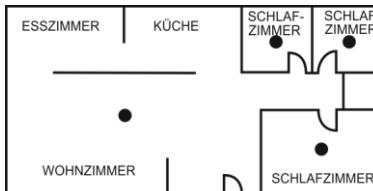
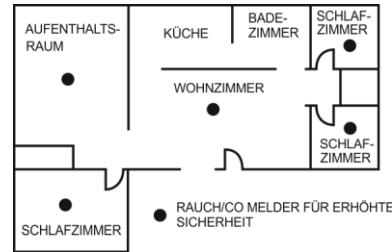

Bild 1: EIN EIGENER
BILD 2: EIN EIGENER MELDER IN JEDEM ZIMMER, AUSSER DER KÜCHE UND DEM BADEZIMMER, FÜR ERHÖhte SICHERHEIT
- Einbau eines Melders pro Schlafzimmer und ein Melder pro Flur als Minimalschutz. Installieren Sie einen Melder in jedem weiteren Raum für verbesserte Sicherheit (außer Küche und Bad), wie in **Bild 1** und **Bild 2** dargestellt.